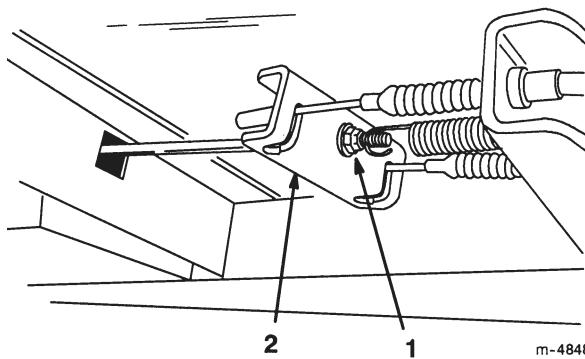

Bild 23
3. Ziehen Sie die Einstellschraube des Bowdenzugs fest, die sich unter der Bodenplatte befindet, bis die Züge im Bremsausgleich fest sind (Bild 23).